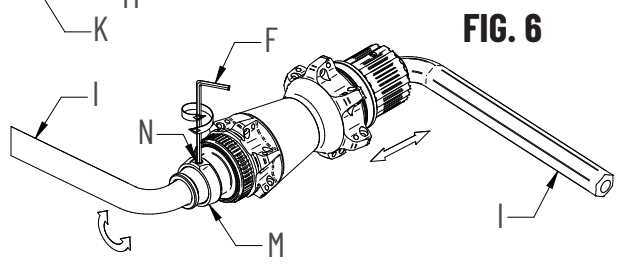

FIG. 6
- Inserite una chiave a brugola da 12 mm (I) sul lato destro del mozzo (Fig. 6)
- Bloccate lo scontro mobile (K) con chiave a brugola da 12 mm (I) a 15 Nm (Fig. 6) ruotando in senso orario.
Se necessario effettuare una registrazione del mozzo agendo sulla ghiera (M) (Fig. 6):
- Allentate il grano (N) con una chiave a brugola (F) (Fig. 6).
- Ruotate la ghiera (M) in senso orario per diminuire la scorrevolezza del movimento, e in senso antiorario per aumentare la scorrevolezza del movimento.
- Richiudete il grano (N) (Fig. 6).